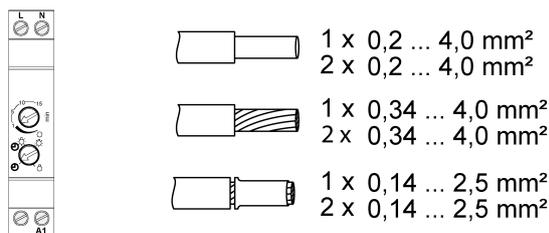
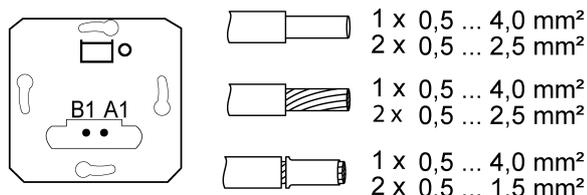

рисунок 4: Сечение провода автомата REG под клемму
рисунок 5: Сечение провода импульсной вставки под клемму
- Необходимо соблюдать сечения проводов автомата REG (рисунок 4) и импульсной вставки (рисунок 5) под клемму.
- Смонтировать автомат REG (4) на DIN-рейку.